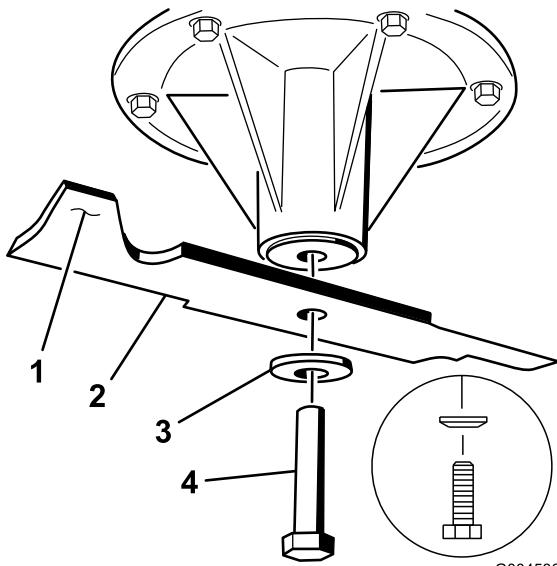

Figura 81
1. Instale la cuchilla en el eje (Figura 81).
2. Instale la arandela de muelle y el perno de la cuchilla (Figura 81).
Nota: El cono de la arandela de muelle debe estar orientado hacia la cabeza del perno (Figura 81).